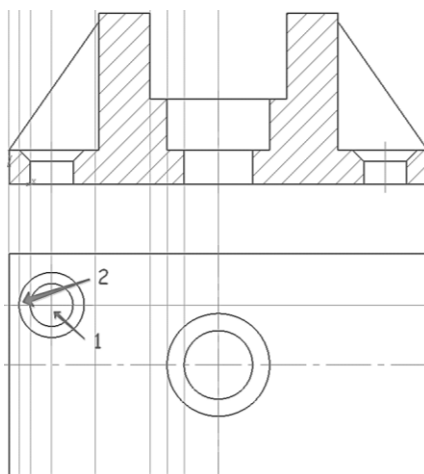

Рис. 131. Построение окружностей
12.5 Перед построением последней окружности, которая соответствует фаске на крепежном отверстии, вновь нажмите кнопку **С осями**  в группе **Оси** на Панели свойств. Для построения окружности укажите точки *1* и *2* (рис. 131).